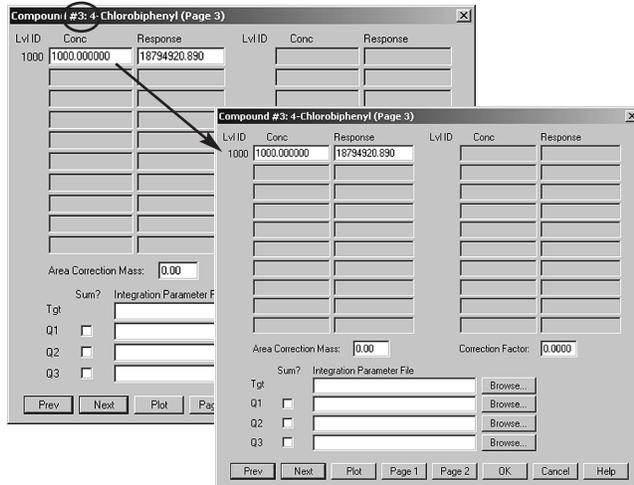

图5. 从已有目标化合物响应因子复制SemiQuant (未校准) 化合物响应因子的举例 (参看图4)
3. 以正常方法通过建立校准级别和增加标样来构建校准表。SemiQuant化合物将自动具备与您指定为SemiQuant参比的化合物相同的响应因子 (如化合物信息第3页所列) (举例见图5)。